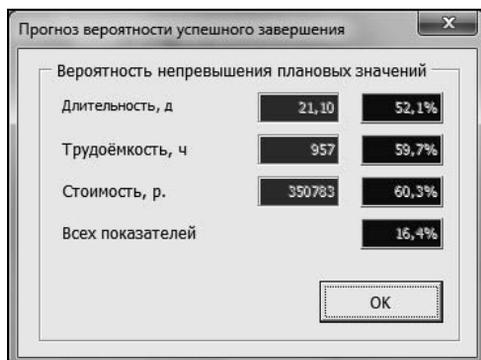

Рис. 11.15. Окно с результатами расчета вероятности завершения проекта в пределах плановых показателей
7. В результате выполнения расчета формируется представленное на рис. 11.15 окно, в котором показаны плановые значения показателей длительности, трудоемкости и стоимости проекта, а также вероятности достижения соответствующих показателей. Кроме того, в этом окне приведена оценка вероятности выполнения всего комплекса плановых показателей: длительности, объема трудозатрат и затрат.